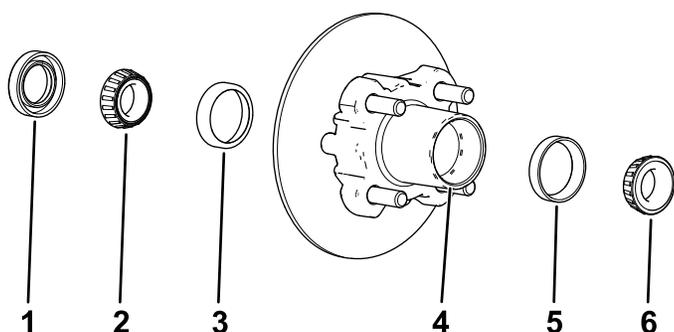

Figure 38
1. Déposez le roulement extérieur et la bague de roulement du moyeu (Figure 38).
2. Déposez le joint et le roulement intérieur du moyeu (Figure 38).
- Éliminez la graisse, la saleté et les débris à l'intérieur de la cavité du moyeu (Figure 38).
- Remplissez 50 à 80 % de la cavité du moyeu avec la graisse spécifiée (Figure 38).
- Montez le roulement intérieur sur la bague, sur le côté intérieur du moyeu, puis posez le joint (Figure 38).